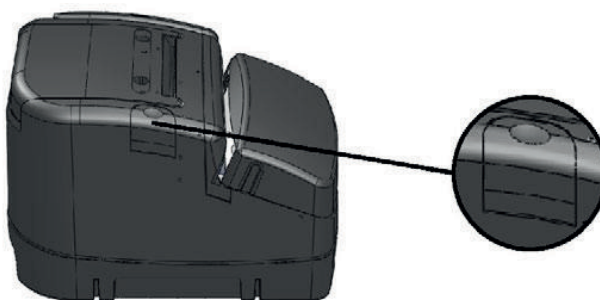

Figura 3: Botão de destravamento da tampa superior
- ☒ Destrave a tampa superior da impressora, pressionando o botão indicado na Figura 3.